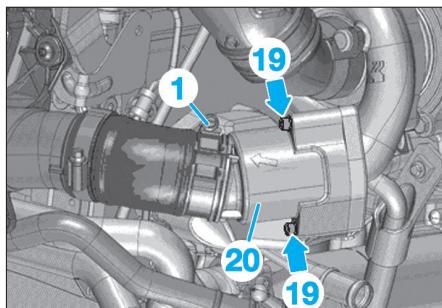

FIG. 147
- les colliers de fixation (18), puis la durit d'air venant du turbocompresseur,
- les vis (19), puis l'amortisseur de pulsation (20) (Fig.147),